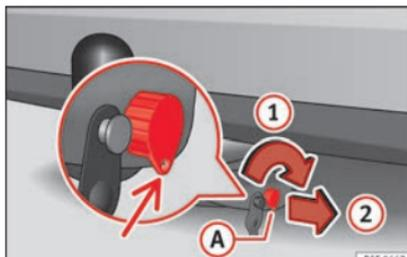

Fig. 230 Verrouiller la serrure
- Tournez la clé **A** dans le sens de la flèche **1** jusqu'à ce que la partie trouée de la clé atteigne sa position inférieure » » fig. 230.